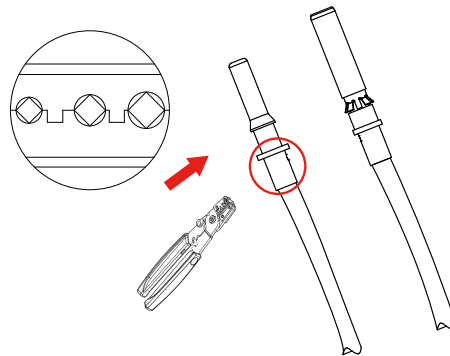

Figura 5.4 Crimpe o pino de contato no fio
- b. Fixe os terminais de crimpagem de metal com um alicate de crimpagem, conforme ilustrado na figura 5.4.